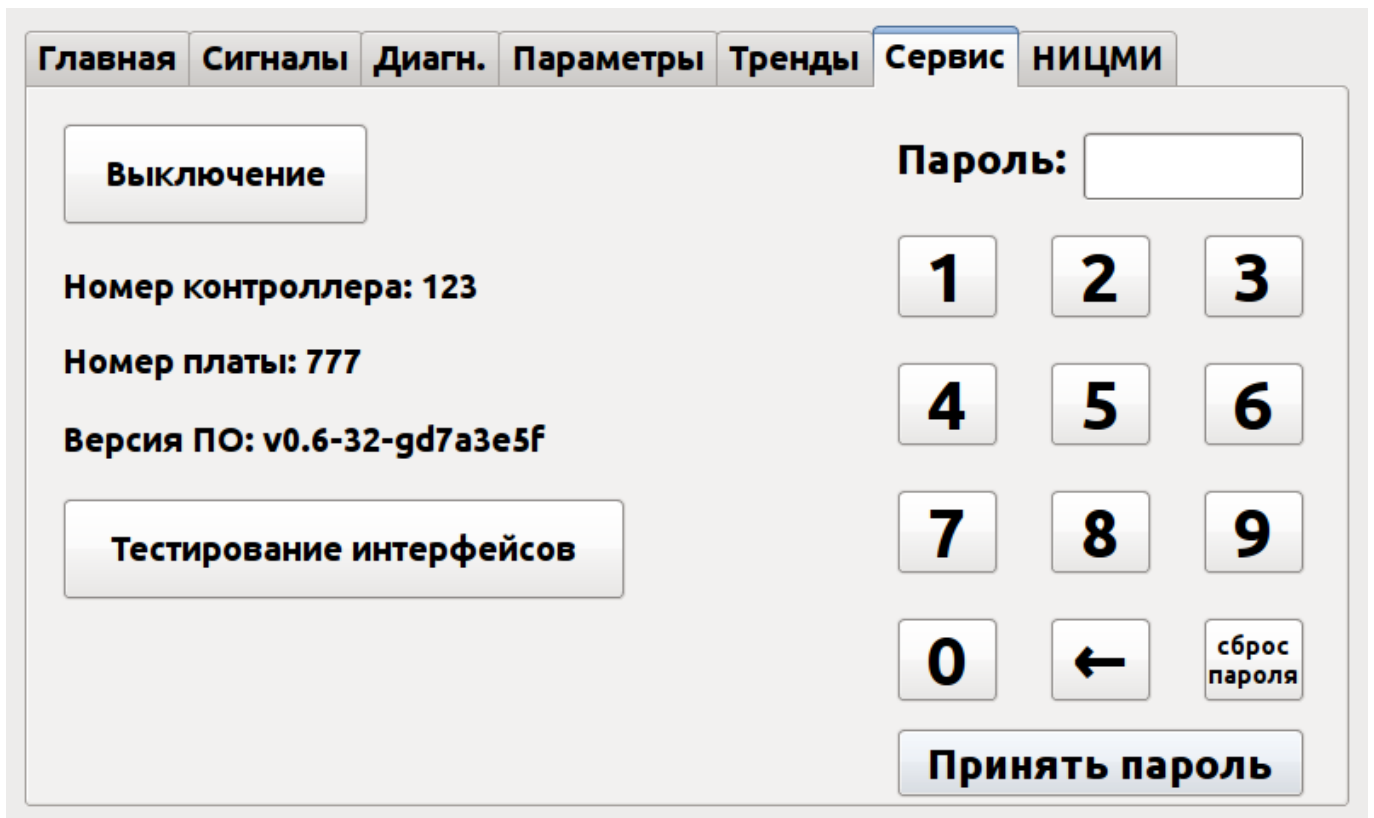
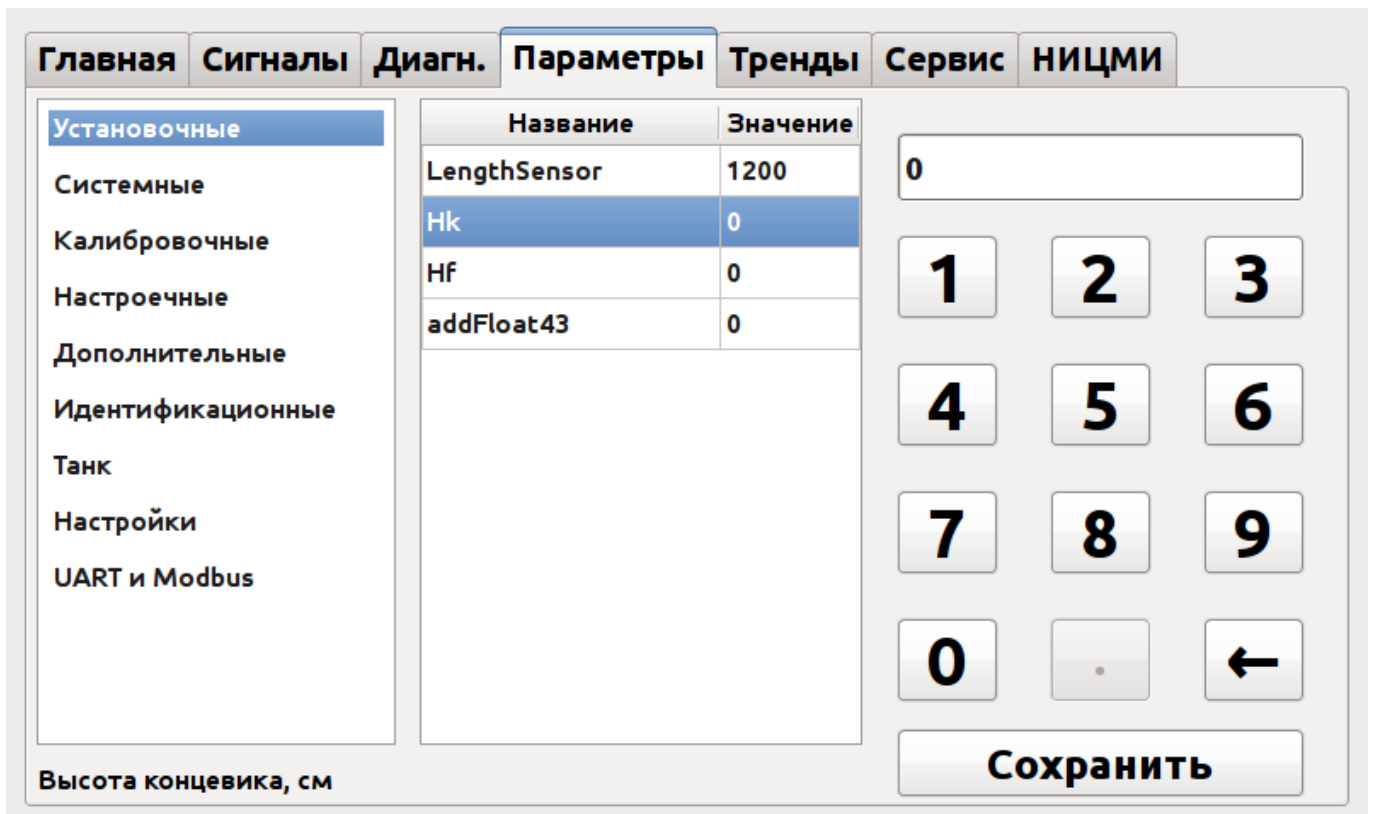

Рис. 8
Рис. 9
**4.1.** В процессе работы оборудования возможно возникновение необходимости перенастройки системы, для обеспечения решения различных технологических задач. Для изменения системных параметров в основном окне программы вначале нажимают на вкладку «Сервис». В появившемся окне (рис. 8) вводят пароль доступа к системным параметрам, затем «Принять пароль». После нажатия на закладку «параметры» отображается форма редактирования параметров (рис.9).
В появившейся форме (рис. 9) выбирают тип системных параметров «установочные», «системные», «калибровочные», «идентификационные», «настроечные» и т. д. Далее находят нужный системный параметр в таблице, вводят новое значение в поле ввода и нажимают кнопку «Сохранить». Далее система будет работать с вновь введенным системным параметром.
**а. Конфигурирование системы для получения дополнительной визуальной и измерительной информации.** Конфигурирование осуществляется нажатием на вкладку «Параметры» в графическом интерфейсе (рис. 9), в появившейся форме выбирают разделы «Установочные», «Танк». Далее в появившуюся таблицу вводят все геометрические характеристики аппарата, уровни мертвой зоны и внутренних конструкций, плотности подготавливаемого продукта для получения весовых характеристик. Далее нажимается кнопка «сохранить». После выполнения этой операции дополнительная информация будет выводиться на главной форме (рис. 2).